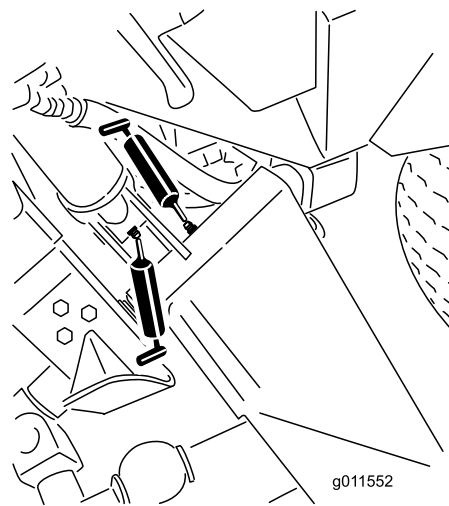
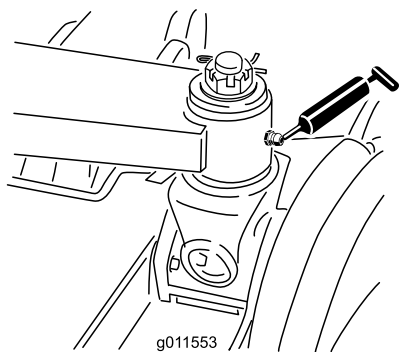

Figura 72
Figura 73
- Seis casquilhos do braço de elevação principal (Figura 72 e Figura 73)